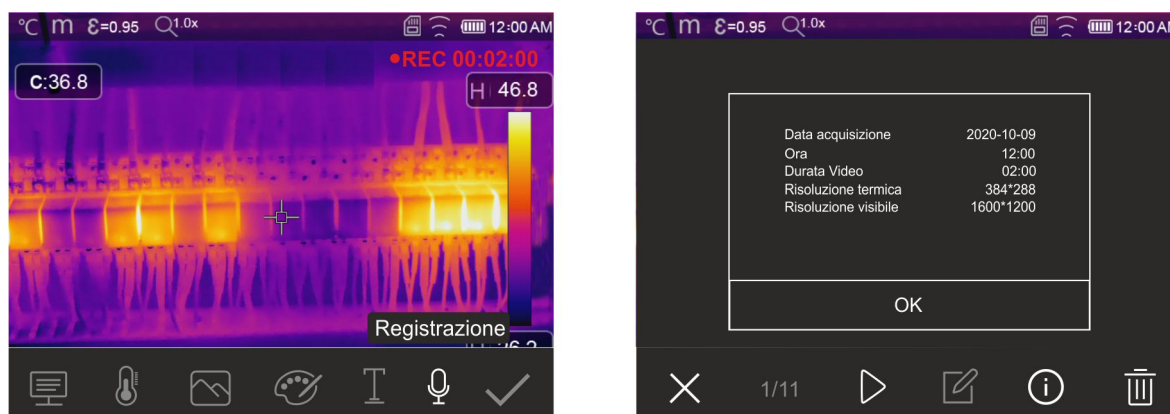

Fig. 50: Registrazione video IR
2. **Premere e tenere premuto il tasto T (Trigger) per almeno 2s.** L’indicazione “REC” e il tempo di registrazione sono mostrati nella parte alta ad indicare la registrazione in corso (vedere Fig. 50)